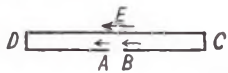

Bild 10. Gefalteter Dipol mit eingezeichneten Stromrichtungs-pfeilen
(siehe Bild 10). Der Dipol (DC) hat die Länge  $\frac{\lambda}{2}$ . Wenn wir das Stück BCE (oder ADE) als Übertragungsleitung auffassen, so hat der Strom (Richtung durch Pfeile gekennzeichnet) in E die gleiche Stärke wie in B, ist jedoch um 180° phasenverschoben (vgl. Pfeilrichtung in B und E, wenn man auf der Linie BCE entlangfährt). Da aber der Punkt E zurückgebogen (zurückgefaltet) ist, haben von B aus gesehen die Pfeile (die Ströme in den beiden Leitern) die gleiche Richtung. Der gefaltete Dipol besteht so aus zwei  $\frac{\lambda}{2}$ -Strahlern, die parallelgeschaltet sind und von denen nur der eine gespeist wird.